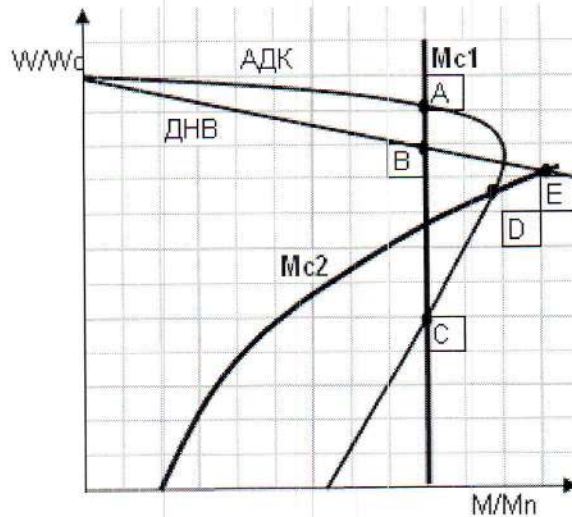

Рис.2. Статическая устойчивость электропривода
3. Точки устойчивой работы электродвигателей под нагрузкой (рис.2)